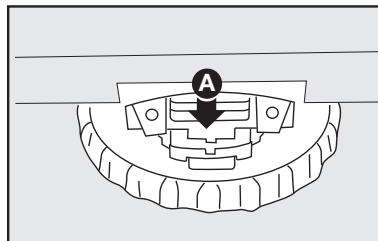
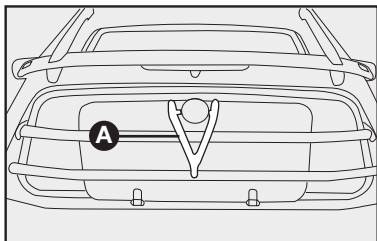

fig. 101
fig. 102
- soltar el retén de color rojo **fig. 101**, ejerciendo sobre este último una ligera presión tal como se indica (dicha operación deberá ser realizada utilizando la punta del destornillador que se encuentra
- introducir el cristal del techo practicable, utilizando el casquillo de basculamiento ubicado cerca del vano maletero, en el espacio existente entre el cristal trasero y la red de protección, después hacerlo deslizar entre las dos guías predispuestas **fig. 102**;
- fijar el cristal practicable a la red de protección mediante la correa de goma **A-fig. 102** (presente en la bolsa de herramientas), tal como indicado.
Para remover el cristal del techo practicable, invertir el orden del procedimiento de remoción y encastrar el cristal en la sede delantera y en el retén **fig. 101**. Presionar ligeramente la parte trasera del cristal hasta advertir el topo de bloqueo; después, girar 2 veces el casquillo **fig. 102** (en dirección contraria a la de apertura del cristal).